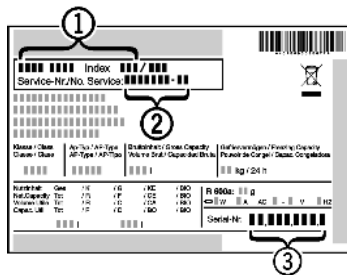

Fig. 20
- ▶ Gerätebezeichnung Fig. 20 (1), Service-Nr. Fig. 20 (2) und Serial-Nr. Fig. 20 (3) vom Typenschild ablesen. Das Typenschild befindet sich an der linken Geräteinnenseite.
- ▶ Den Kundendienst benachrichtigen und den Fehler, Gerätebezeichnung Fig. 20 (1), Service-Nr. Fig. 20 (2) und Serial-Nr. Fig. 20 (3) mitteilen.